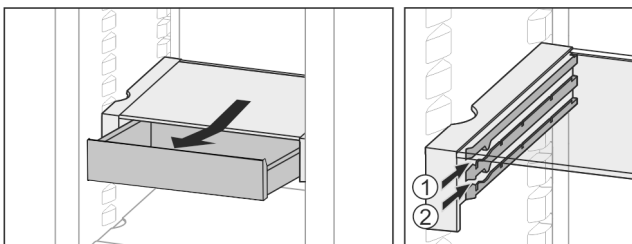

Fig. 22
- ▶ Вкарайте го на височина по избор Fig. 22 (1) или Fig. 22 (2).